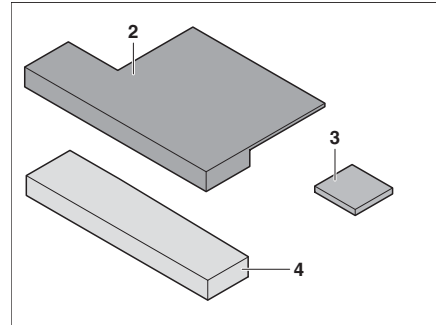

Bild 166 Extradynor
- Placera sittkil (Bild 166,3) på extradynan (Bild 166,2) (med kardborrband).